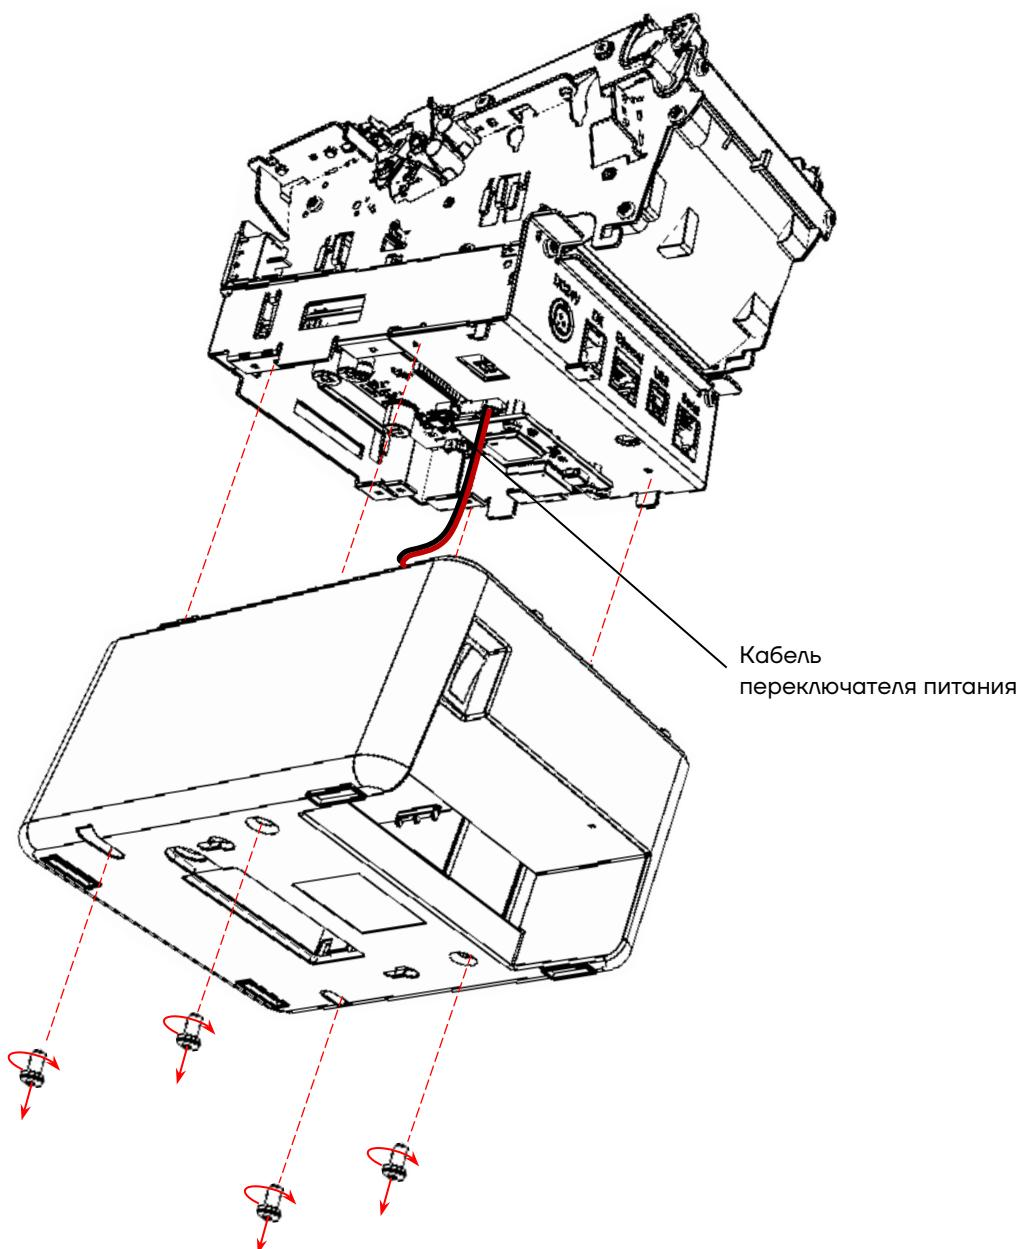

Рисунок 21. Отделение нижней части корпуса от печатающего устройства
**15** Установить корпус печатающего устройства в нижнюю часть корпуса изделия, вкрутить четыре винта крепления (рисунок 21).
- 9** Установить корпус печатающего устройства в нижнюю часть корпуса изделия, вкрутить четыре винта крепления (рисунок 21).